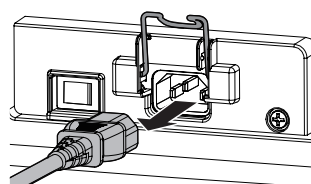

Figura 2
- 3) Sujete por el conector del cable de alimentación y tire para sacar el cable de alimentación del terminal <AC IN> del proyector. (Figura 2)